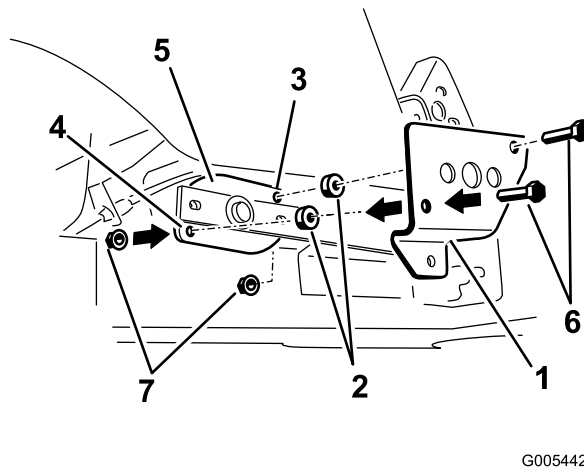

Bild 4
5. Montieren Sie die größere Versatzplatte des pedalgestützten Hubs über den Hubhebelarm und die zwei Distanzstücke, die die oberen und unteren Löcher an der Vorderseite des Hubhebels abdecken (Bild 4). Stecken Sie die vorher abgenommenen Schrauben durch die Löcher in der Hubplatte, die Distanzstücke und die Vorderseite des Hubhebels. Befestigen Sie alle Teile mit den vorher abgenommenen Sicherungsmuttern.